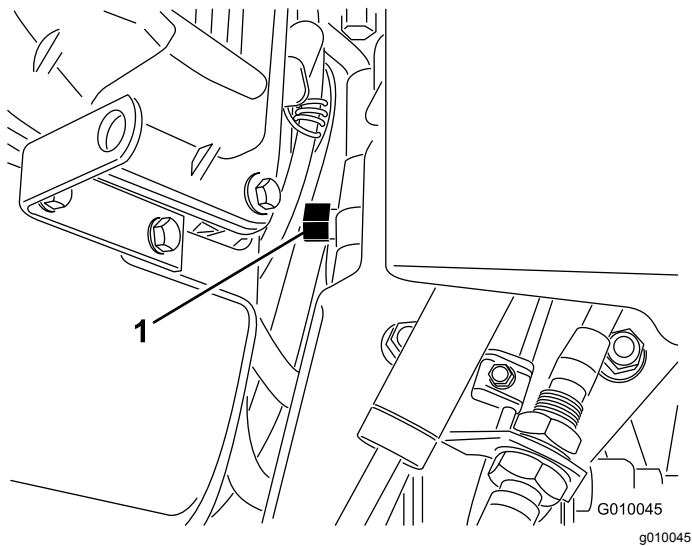

Figura 31
2. Individuate la valvola di bypass tra il motore e la pompa idrostatica (Figura 31).
3. Con una chiave da 5/8" fate compiere 1 giro in senso antiorario alla valvola di bypass. Ciò consente al fluido idraulico di bypassare la pompa, consentendo alle ruote di girare (Figura 31).
5. Per utilizzare nuovamente la macchina, ruotate la valvola di bypass in senso orario di 1 giro (Figura 31).